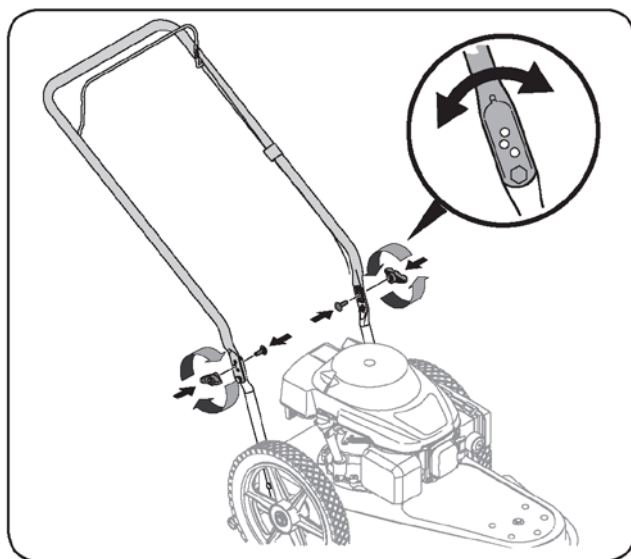

图 3-2
3. 将上端手柄向前或向后旋转，使其移入三个位置中任意一个位置。使用马车螺丝和步骤 1 中拆下的翼形旋钮将上端把手和下端把手连接牢固。请参见图 3-2。